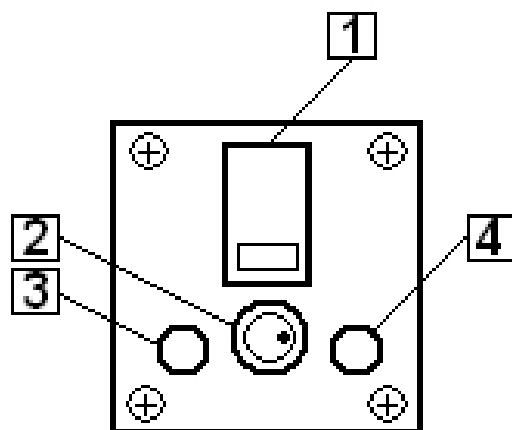

Рис. 4
7.3 Подвесьте весы за проушину и нажмите кнопку включения весов. Кнопка включения расположена в нижней части корпуса весов под защитной резиновой крышкой. Там также расположены индикатор разряда аккумулятора весов, индикатор питания весов от сети и гнездо для подключения сетевого адаптера (см. рис.4).
Если при включении питания весов загорится индикатор разряда аккумулятора (см. п.7, рис.4, табл.6), то аккумулятор требует зарядки. Для зарядки подключите штекер сетевого адаптера к весам, а затем подключите адаптер к сети. На весах должен загореться индикатор питания весов от сети (см. п.7, рис.4, табл.6). Цвет данного индикатора может меняться от красного (означает, что происходит зарядка встроенного аккумулятора) до зеленого (означает, что встроенный аккумулятор полностью заряжен, можно отключиться от сети и продолжить работу автономно).